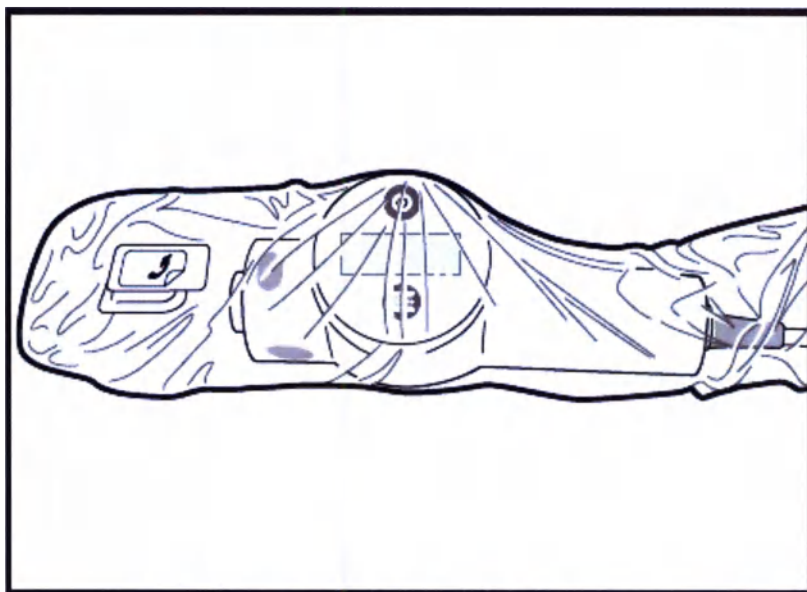

Рис. 6. Размещенный пакет
7. Для размещения пакета прекратите продвижение моторного привода MDU5 PLUS по достижении плотного прилегания. Оператору, находящемуся внутри стерильного поля, не требуется продвигать моторный привод MDU5 PLUS до самого дна пакета. Это нормально, если между передней частью моторного привода MDU5 PLUS и дном пакета имеется зазор (рис. 6).